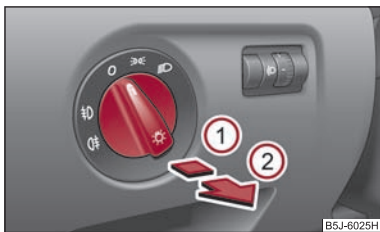

Fig. 35 Tabloul de bord: Întrerupătorul de lumină
- Rotiți întrerupătorul în poziția ☼ sau ☼ ⇒ fig. 35.
- Acționați întrerupătorul până la **prima treaptă** ①.
- Trageți comutatorul în poziția ②. Concomitent se aprind și farurile de ceață*.